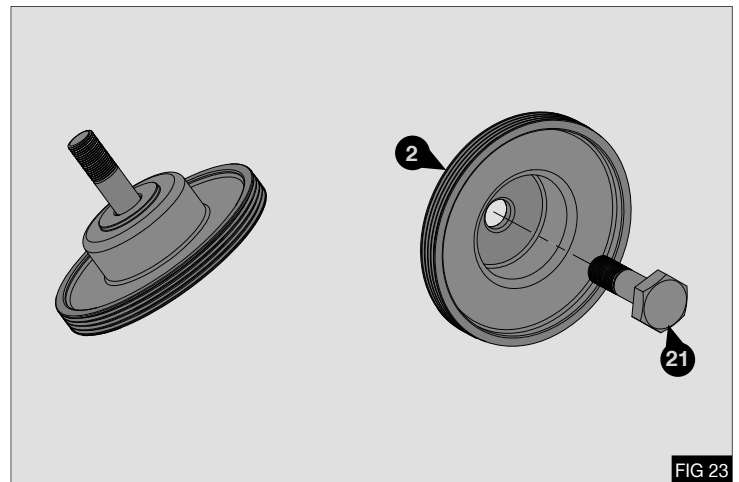

FIG 23
1. Installez le boulon fourni (21) M20 x 66 dans l'autre poulie d'entraînement (2) - Fig 23